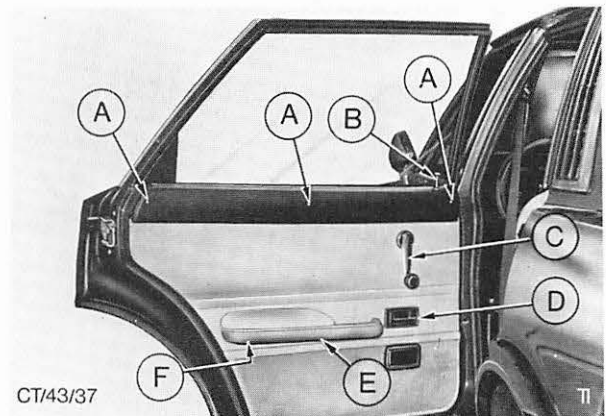

Abb. 31 Einzelteile – hintere Türverkleidung
1. Türverkleidung, Abb. 31, gemäß Pos. 43 712 aus-